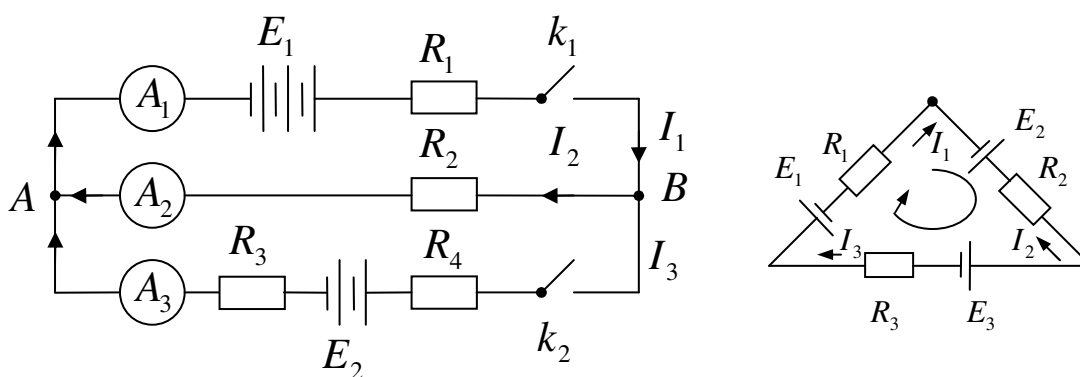

Рис. 1
1. Соберите цепь по схеме рис.1. Замкнув ее на короткое время, снимите показания приборов